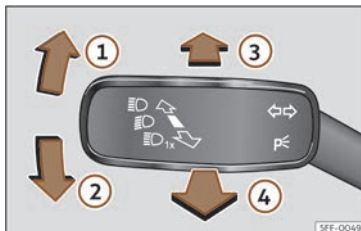

Fig. 93 Levier des clignotants et des feux de route (selon les versions).
- À partir de la position de base, appuyez en avant sur le levier des clignotants et de feux de route >>> **fig. 93** .
- **OU** : avec les feux de route activés, tirez vers l'arrière le levier des clignotants et des feux de route»» fig. 93 ④.